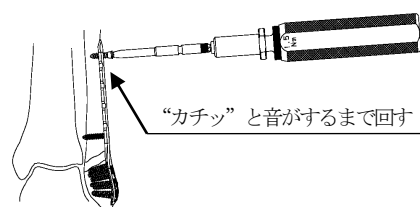

図 22
- 4) ヘクスローブ15 パワービンドライバー後端にトルクリミッター付きハンドル1.5を接続し、軸芯を傾けないよう、選択した長さの3.5 ロッキングスクリューを挿入します。(図 22)